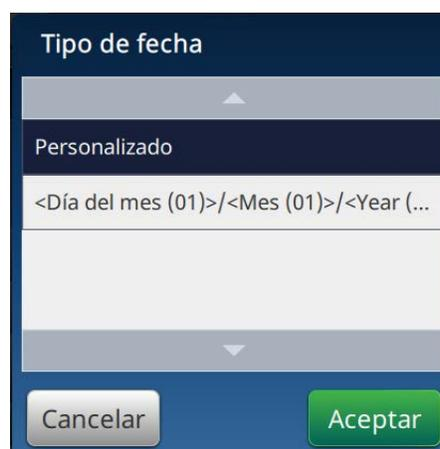

Figura 5-11: Pantalla Configuración de formatos de fecha
1. En la pantalla Configuración de fecha, seleccione la opción *Personalizado* en la lista desplegable Tipo de fecha, como se muestra en la Figura 5-11. Pulse el botón .